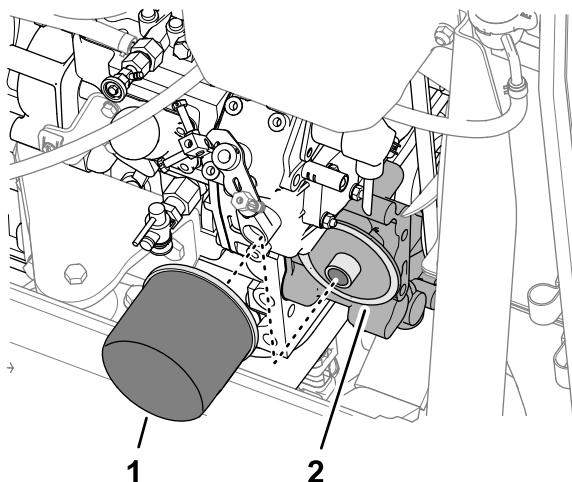

Figura 70
1. En el lado izquierdo del motor, gire el filtro de aceite en sentido antihorario para retirarlo (Figura 70).